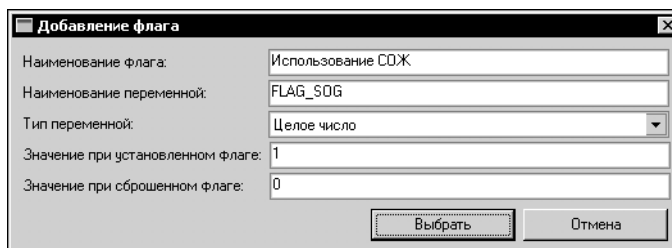

Рис. 21.23. Добавление флаговой переменной
2. В открывшемся окне **Добавление флага** (рис. 21.23) введите наименование флага в поле **Наименование флага**, наименование флаговой переменной — в поле **Наименование переменной**.
3. Выберите тип флаговой переменной из раскрывающегося списка **Тип переменной** (рис. 21.23).
4. Введите значение флаговой переменной при установленном флаге в поле **Значение при установленном флаге**, при сброшенном флаге — в поле **Значение при сброшенном флаге** (рис. 21.23).